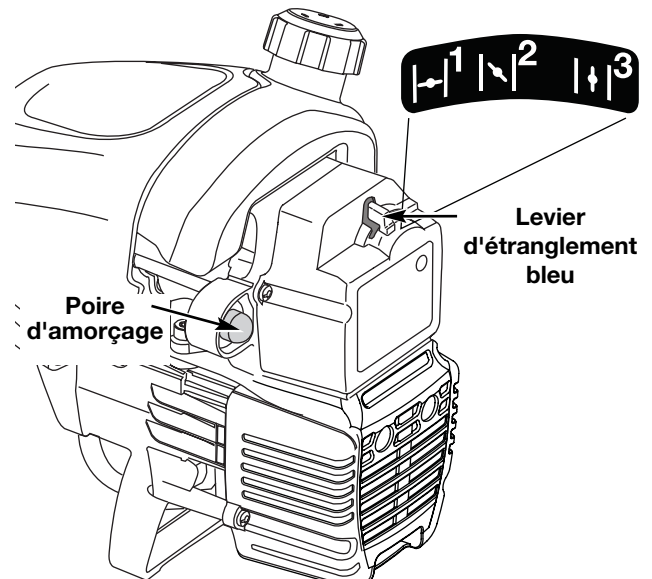

Fig. 7
**REMARQUE :** Il n'est pas nécessaire de faire démarrer la machine. La commande On/Off (Arrêt/Marche) est en position ON (I) en permanence.
2. Pressez et relâchez la poire d'amorçage à 10 reprises, lentement. Une certaine quantité d'essence **devrait être visible dans la poire d'amorçage** et les conduites d'essence (Fig. 7). Si vous n'apercevez pas d'essence dans la poire, pressez et relâchez la poire autant de fois qu'il le faut pour y voir de l'essence.
3. Placez le levier d'étranglement bleu en **position 1** (Fig. 7).
5. Placez le levier d'étranglement bleu en **position 2** (Fig. 7).
8. Une fois que le moteur est chauffé, placez le levier bleu d'étranglement en **position 3** (Fig. 7). La machine est prête à être utilisée.
**SI...** le moteur hésite, remettez le levier en position 2 (Fig. 7) et continuez à le chauffer.